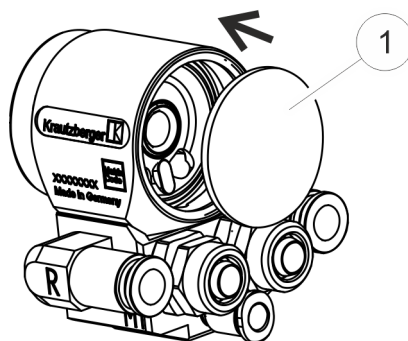

Fig. 23: Inserimento della membrana
- 10.** ➤ Inserire con cautela la membrana (Fig. 23/1) e premere la membrana nella rispettiva sede procedendo in modo circolare con un utensile adeguato e senza spigoli vivi.